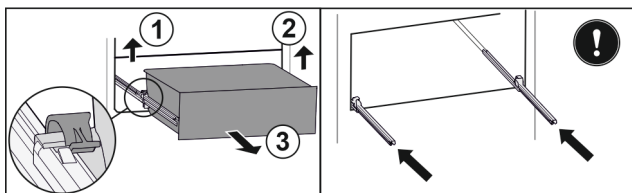

Fig. 147
- ▶ Podignite lijevu stezaljku i istovremeno izvucite ladicu lijevo prema naprijed. Fig. 147 (1)
- ▶ Podignite desnu stezaljku i istovremeno izvucite ladicu desno prema naprijed. Fig. 147 (2)
- ▶ Izvadite ladicu prema naprijed. Fig. 147 (3)